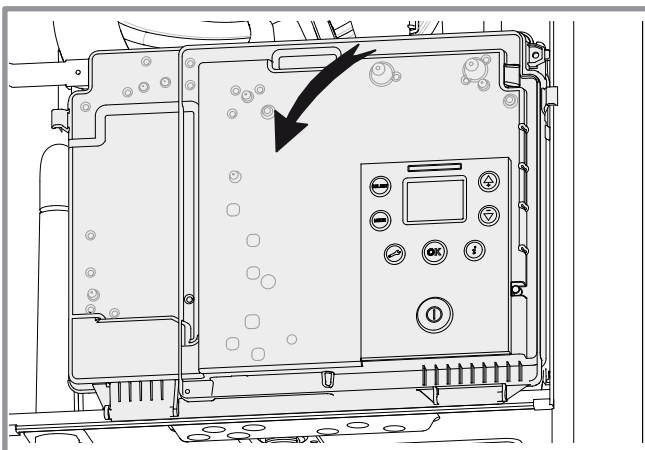

figura 30 - Acceso al cuadro eléctrico
- Gire el cuadro eléctrico (figura 30).
- Desconecte el tubo de evacuación de los condensados ①.
- Suelte el silenciador (vea más adelante - ② - ③).